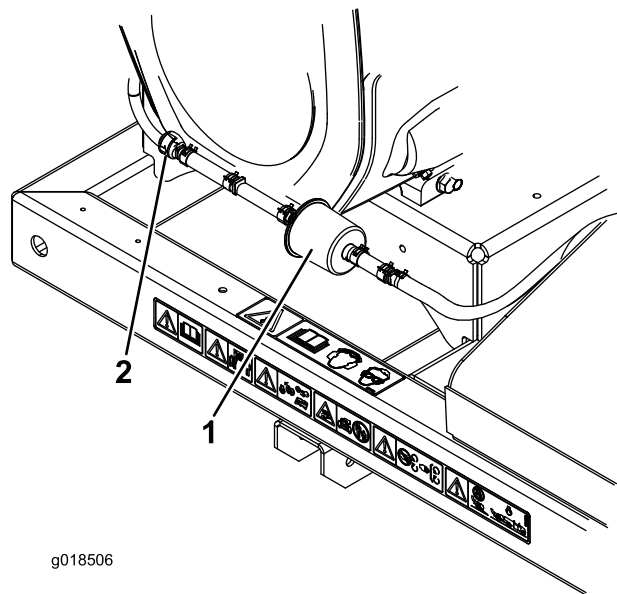

Figura 17
- Spostate le fascette stringitubo del tipo a molla su entrambi i lati del filtro della linea di spurgo del canister a carboni attivi lontano dal filtro (Figura 17).
- Togliete il filtro a carboni attivi e gettatelo (Figura 17).
- Montate un nuovo filtro nel flessibile con la freccia del filtro rivolta verso la valvola di ritenuta e fissatelo con le fascette stringitubo (Figura 17).